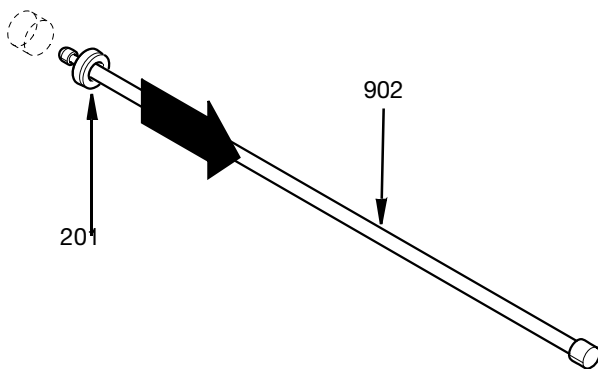

FIG. 34
Para retirar una junta de varilla (201), pase el lado con punta de la varilla de instalación de juntas (902) por de la junta. Enganche la muesca de la herramienta en la cara opuesta a la junta y retraiga la junta de los espaciadores de las empaquetaduras (203 y 204) o del alojamiento del cilindro de aire (509). Consulte la FIG. 34.